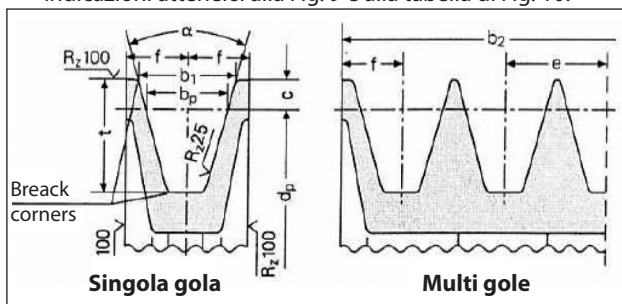

Fig. 9
- Utilizzare pulegge per cinghie trapezoidali con le dimensioni della gola prescritte /consigliate dal costruttore della cinghia utilizzata. In mancanza di indicazioni attenersi alla Fig. 9 e alla tabella di Fig. 10.